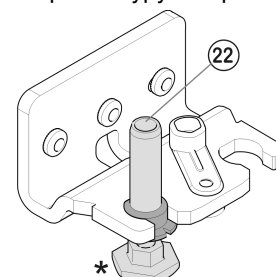

Fig. 7
- ▶ Снова слегка наклоните устройство назад и снова установите опорный палец Fig. 7 (22). Зау- брина должна быть расположена спереди.